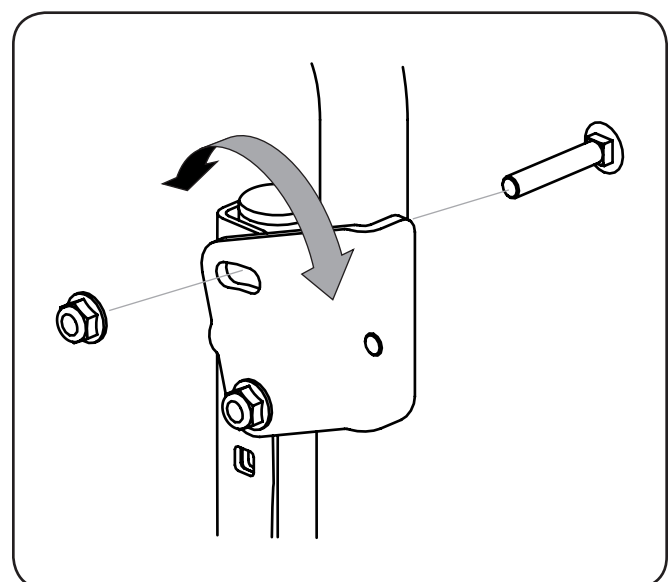

Figure 3-8
2. Soulevez et faites pivoter chaque barre de conduite vers le haut jusqu'à ce que le trou sur le support de la barre de conduite s'aligne sur un des trous du support pivotant. Voir Figure 3-8.
- À partir de l'intérieur, insérez le boulon de carrosserie dans le trou de la barre de conduite, puis dans le trou du support pivotant. Fixez-le boulon avec l'écrou autobloquant. Voir Figure 3-8.